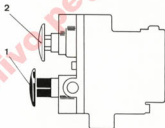

Fig. 11.14. - Desfrenado momentáneo
Desfrenado momentáneo (fig. 11.14). — Cuando no llegue aire al depósito de servicio y por lo tanto quede frenado el vehículo, para moverlo momentáneamente se deberá tener el botón negro (1) hacia dentro (lo hará por sí solo), debiendo tener oprimido el botón rojo (2) mientras dure el desplazamiento del vehículo. Procediendo de esta forma se abre la válvula que comunica el depósito de reserva con las cámaras de freno, con lo cual se obtiene la posición necesaria para desfrenar el vehículo.